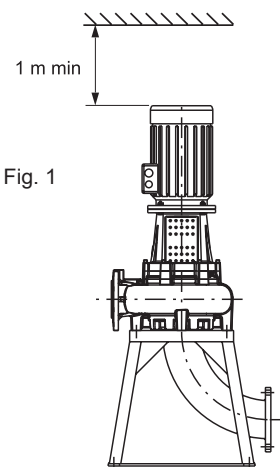

Fig. 1
- 1 - Electrobomba colocada con el eje rotor vertical sobre correspondiente soporte y curva embridada en aspiración (fig. 1). **ATENCIÓN** En caso de instalación en vertical y al aire libre es necesario disponer de un motor eléctrico equipado con techo.